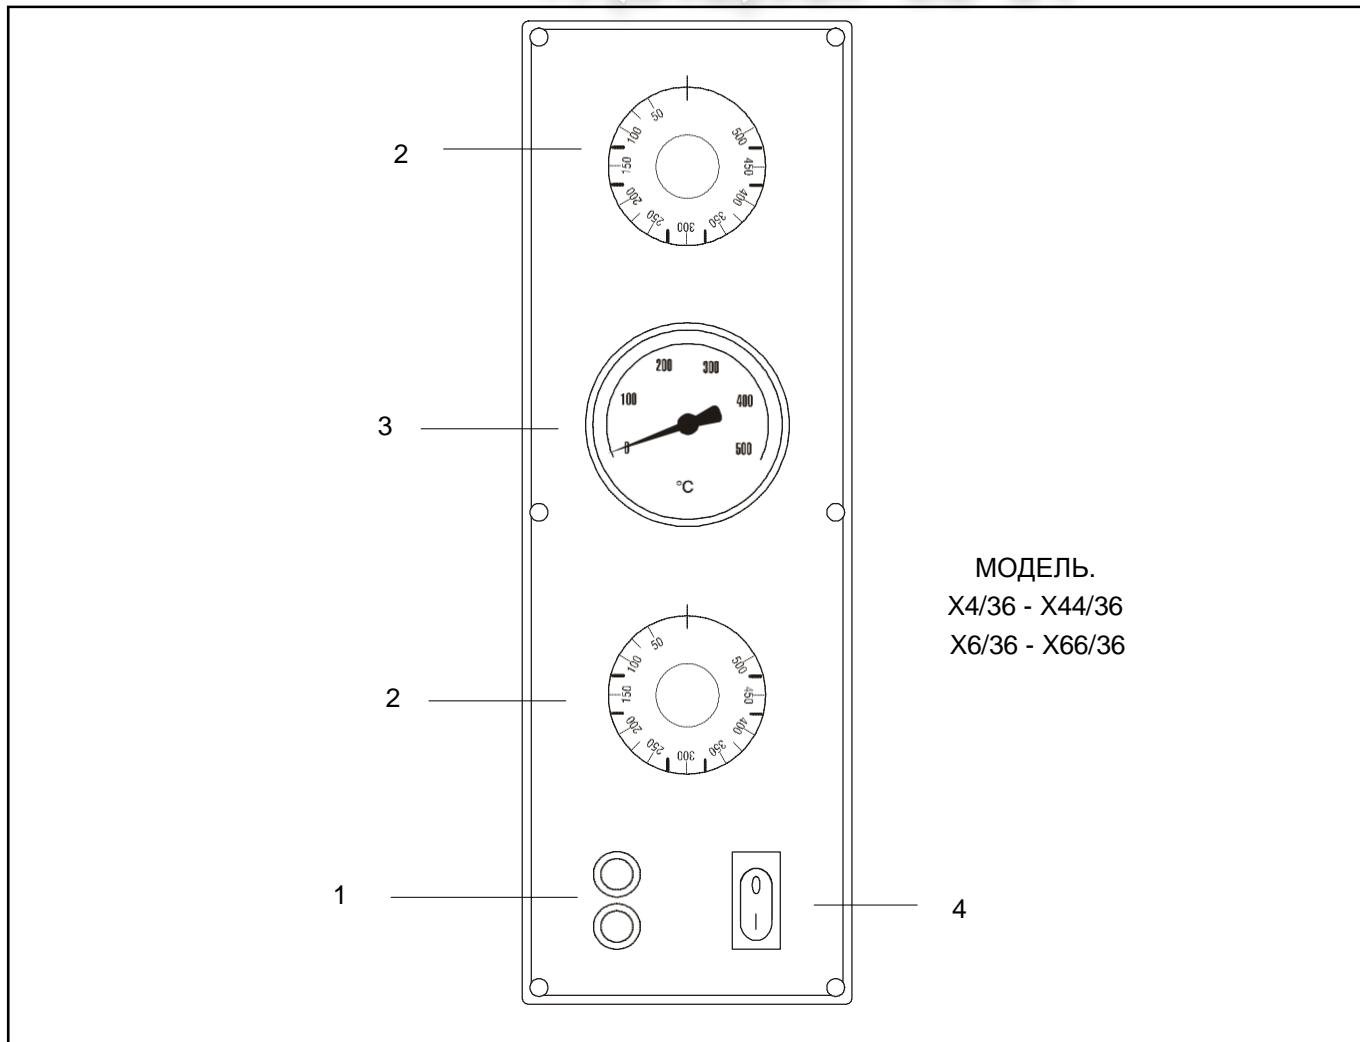

РИС.7 (Панель контроля)
Панель контроля, расположенная спереди, отличается на каждой из моделей, как показано на РИС.7.
### ПОЯСНЕНИЯ К РИС.7
- 3) Активируйте резисторы, установив терморегуляторы (**РИС. 7 - №2**) на температуру **150 °C**, обозначенную на ручке. Загорится зеленый индикатор, сигнализирующий о том, что резисторы активированы;
- 5) Отключите резисторы, переведя терморегуляторы (**РИС. 7 - №2**) в **позицию «0»**.
- 7) Снова закройте дверцу и повторите действия, описанные в п.3, установив терморегуляторы (**РИС. 7 - №2**) на температуру **400°C**, обозначенную на ручке;
- 9) Отключите резисторы, переведя терморегуляторы (**РИС. 7 - №2**) в **позицию «0»**.
- 3) Активируйте резисторы, настроив терморегуляторы (**РИС. 7 - №2**) на желаемую температуру, указанную на ручке. Загорится соответствующий зеленый индикатор, свидетельствующий о работе резисторов;
- 4) Как только температура в печи достигла желаемого уровня (см. п.9 данного раздела), отображаемого на термометре (**РИС. 7 - №4**), можно загружать пиццу;
- 6) Для того, чтобы включить внутреннюю подсветку камеры, нажмите переключатель освещения печи (**РИС. 7 - №5**);
- 1) Отключите печь, переведя выключатели терморегуляторов (**РИС. 7 - №2**) и резисторов (**РИС. 7 - №3**) в позицию «0».